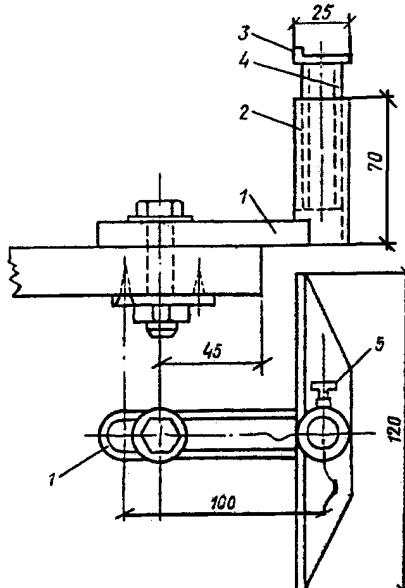

Рис.4
Все детали упора для резца изготавливают из стали 20 (рис.4). Скобу (1) сгибают из полосы 5x10 мм на цилиндрической оправке диаметром 15 мм и концы ее приваривают к трубке (2) диаметром 23 мм и толщиной стенки 2 мм. Сваркой соединяют упор (3) (уголок 25x10 мм) со стойкой (4) из прутка диаметром 20 мм. Конструкцию крепят на столе (верстаке) с помощью болта, причем гайку, в которую завинчивают болт, делают с буртиком и крепят к крышке стола снизу двумя шурупами.